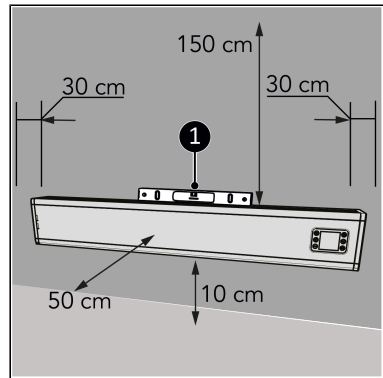

Abbildung 41.
1. Stellen Sie das Gerät auf eine vertikale und feste Oberfläche. Verwenden Sie beim Aufstellen des Geräts eine Wasserwaage (Abbildung 41, pos. 1).
2. Platzieren Sie das Gerät mit einem Mindestabstand (Abbildung 41) von: